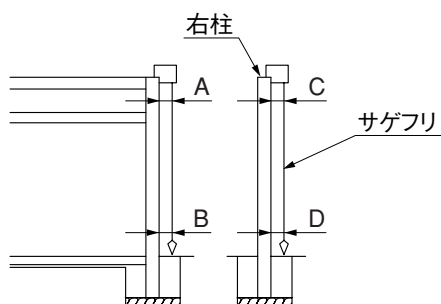

図5-4
- ① 測定はサゲフリを使用して、図5-4の柱上端と下端のA部とB部、C部とD部を測定してください。
- ② 柱の間口方向・奥行き方向の倒れは $\pm 5$ mmの範囲にしてください。